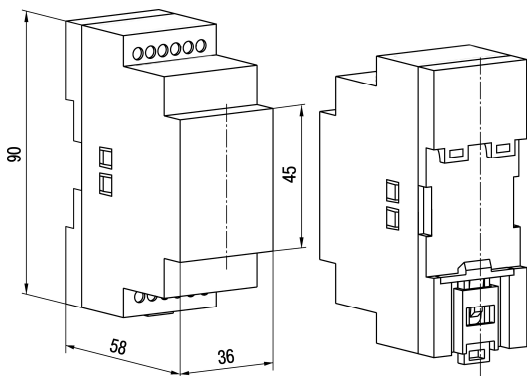

Рисунок 1 – Габаритный чертеж блока
3.2 Блок изготавливается в пластмассовом корпусе с креплением на DIN-рейку. Корпус блока состоит из двух частей – основания и передней крышки, соединяемых между собой при помощи защелок (см. рисунок 1).